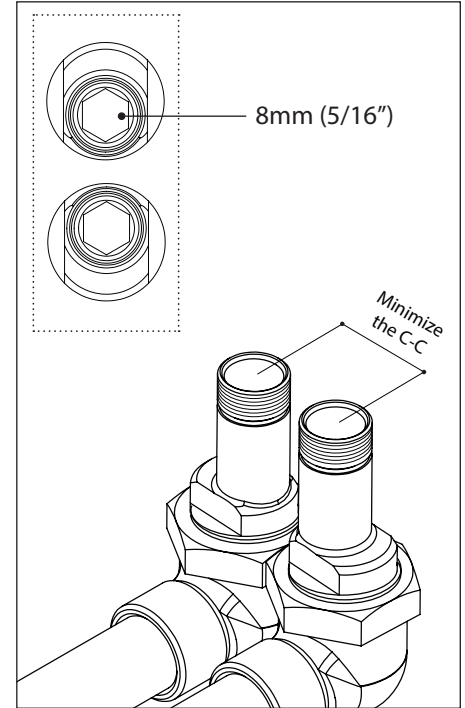

Fig.3
Separate the adaptors from the hoses by unscrewing the nut (4) (fig.3) while pulling-out at the same time (until the thread is engaged).
Referring to fig.3, install the asymmetrical hose adaptors to the supply-pipes inlets. Be aware you can also use 8mm (5/16") Allen Keys to thread the adapters in place. For a trouble-free installations bring the 2 hoses adaptors as close from one another as possible.
Séparer les adaptateurs des alimentations flexibles en dévissant leurs écrous (4) (fig. 3) tout en exerçant une traction (jusqu'à ce que le pas de vis soit engagé).
Se référant à la fig.3, installer les adaptateurs asymétriques sur les arrivées d'eau chaude et froide. Vous pouvez aussi utiliser une clé Allen 8mm (5/16") pour fixer les adaptateurs en place.
Completely insert the hot and cold hose-ends (3) into the appropriate adaptors (5) and lock in place using the nut with "endless" thread (4)... turn until it becomes loose. (fig.3).
Enfoncer complètement les embouts des alimentations flexibles (3) dans les adaptateurs appropriés (5) et les sécuriser en place à l'aide des écrous au filet « sans fin » (4)... Visser jusqu'à ce que le mouvement soit libre. (fig.3).